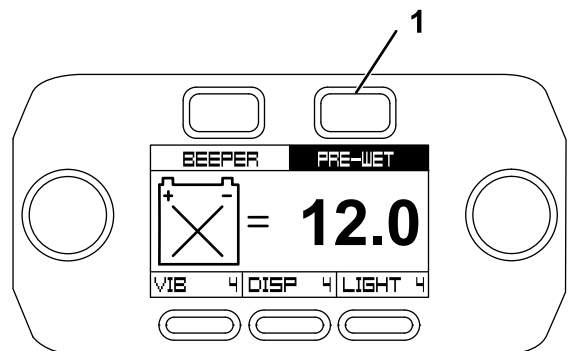

Figura 44
2. Pulse el botón Pre-Wet (Figura 44).